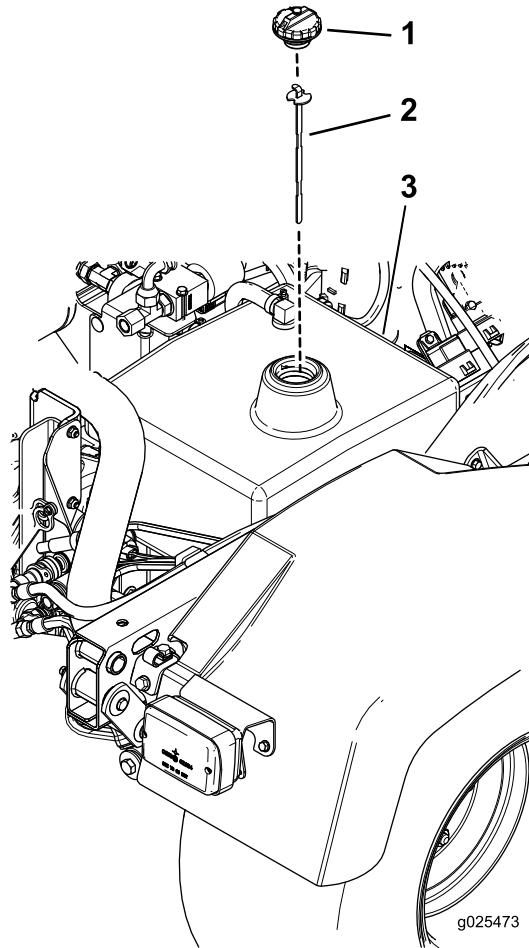

Figura 22
1. Limpie la zona alrededor del cuello de llenado y el tapón del depósito hidráulico (Figura 22). Retire el tapón del cuello de llenado.
2. Retire la varilla (Figura 22) del cuello de llenado y límpielo con un paño limpio. Inserte la varilla en el cuello de llenado; luego retírela y compruebe el nivel del aceite. El nivel del aceite debe estar entre las dos marcas de la varilla.